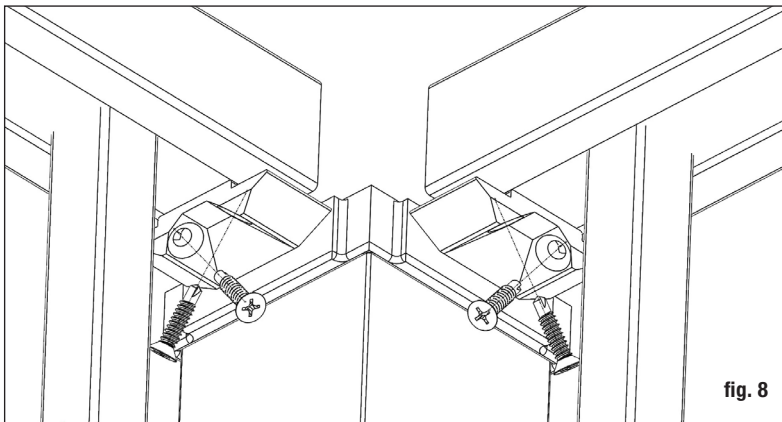
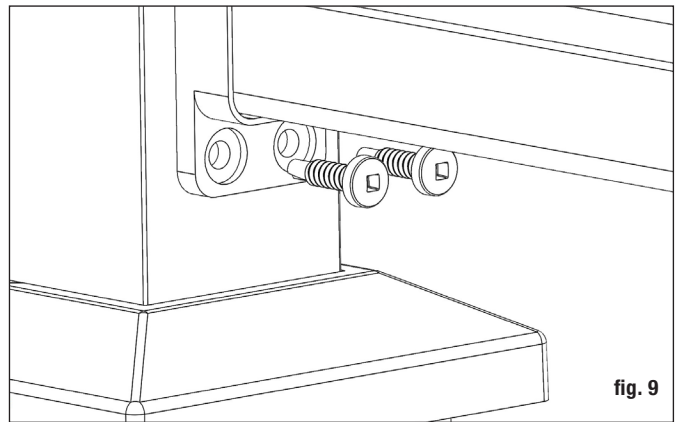

fig. 8
fig. 9
Paso 7 Coloque el riel entre los postes. Compruebe el nivel de extremo a extremo y verticalmente. Pretaladre el riel con una broca de 7/64 pulg. Fije los soportes al poste en un extremo. Repita para el otro extremo. *Nota: Utilice una broca de extensión del destornillador para evitar dañar el riel con el portabrocas* (fig. 8 y fig. 9).